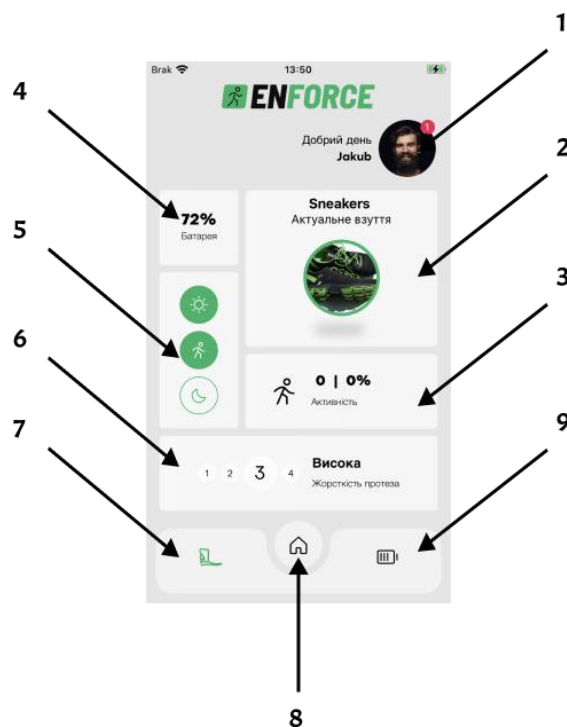

Рисунок 8: Головний екран.
У додатку можна встановити щоденну мету кроків. Це можна зробити, перейшовши на екран статистики через вибір пункту Моя активність у спливаючому бічному меню (4, рисунок 9) після натиснення на аватар (1, рисунок 8). Інший спосіб переходу на цей екран - вибір панелі (3, рисунок 8). Коли ви знаходитесь на екрані статистики і хочете відредагувати мету, слід вибрати значок (1), на рисунку 23а. На екрані 23б видно поточну щоденну мету кроків (2), панель зміни цілі (3) та кнопку збереження змін (4).